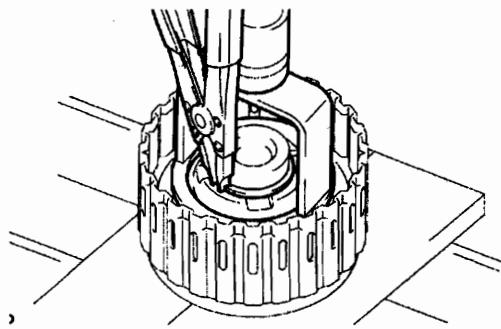

图 12-1-130
(14) 拆卸 1 号离合器平衡器。
①如图 12-1-130 所示, 将 SST 放置在 1 号离合器平衡器上, 用压具压缩回位弹簧。